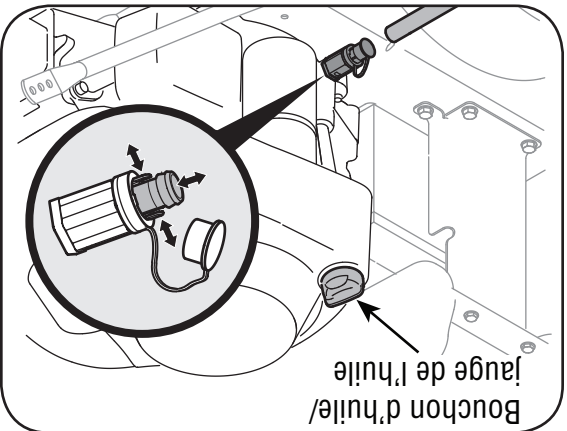

Figure 5-2
4. Soulevez le capuchon de protection à l'extrémité de la soupape de vidange de l'huile pour exposer l'orifice de vidange. Voir la Figure 5-2.
7. Pincez les languettes sur la soupape de vidange d'huile, puis tirez-les pour commencer à vidanger l'huile. Voir la Figure 5-2.